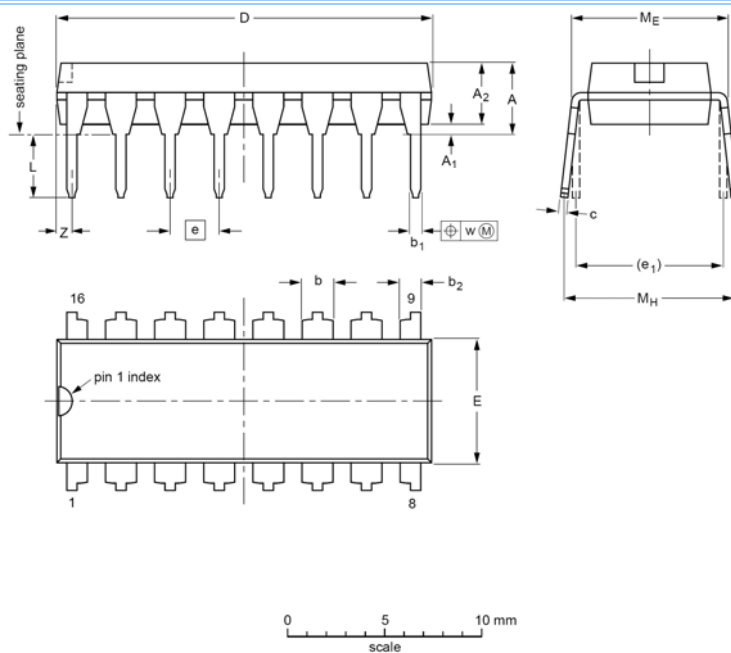

图 17 SOT38-4
- DIP16——16 脚塑料双列直插封装，请参见图 17。
表 7 图 17 的尺寸说明（英寸数是从毫米尺寸换算出来的）